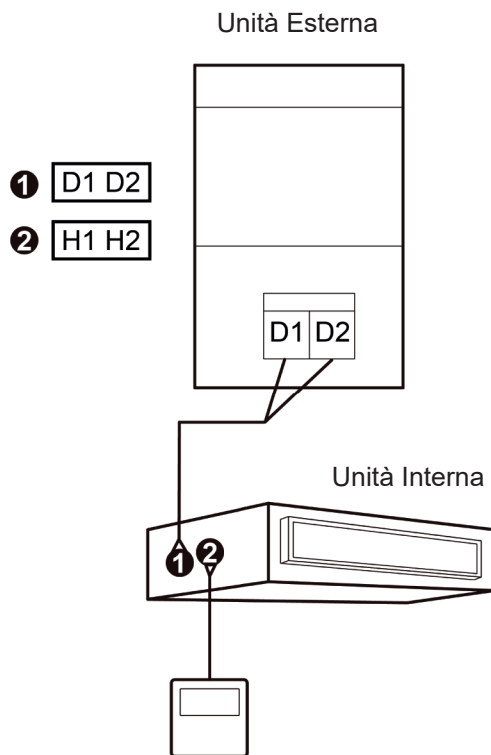
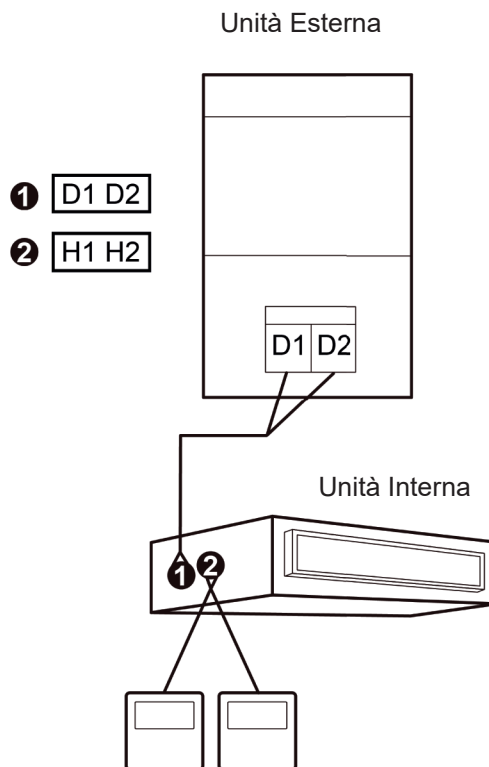
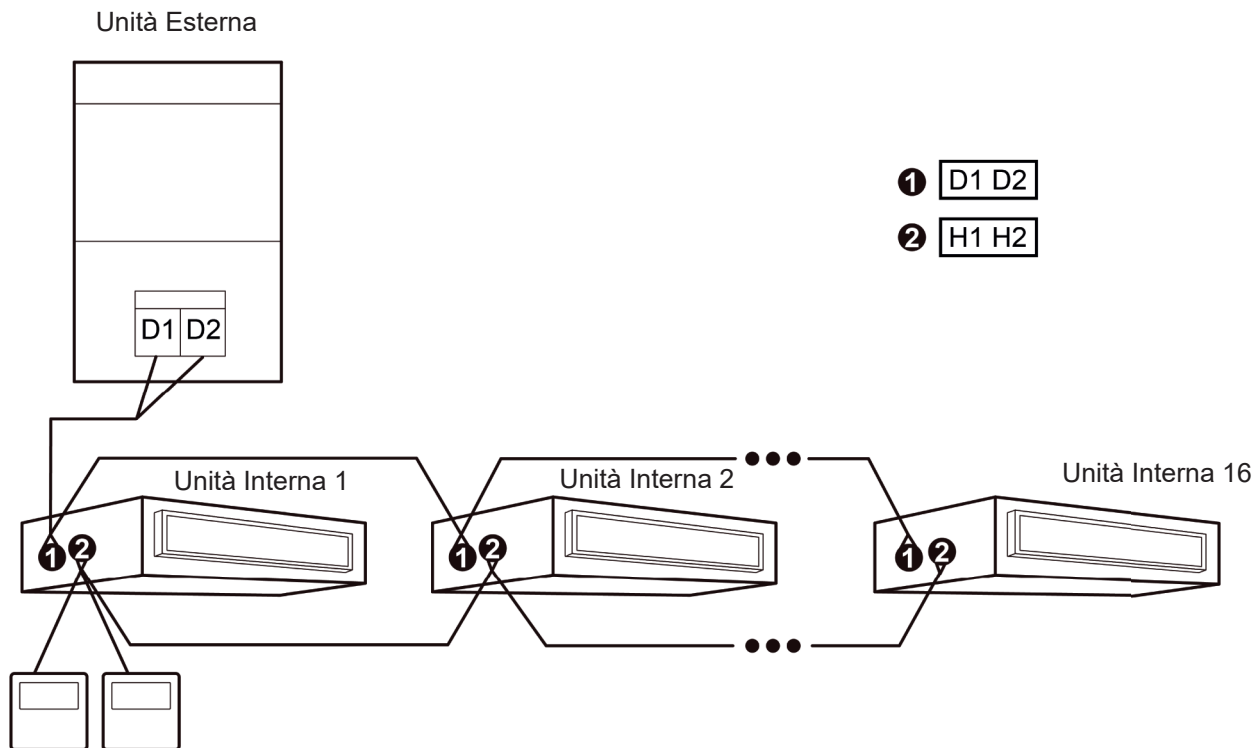

Fig. 5.3 Un filocomando controlla una Unità Interna.
Fig. 5.4 Due filocomandi controllano una Unità Interna.
Fig. 5.6: Due filocomandi controllano diverse Unità Interne simultaneamente.
- (1) Se un filocomando controlla diverse Unità Interne simultaneamente, il filocomando può essere collegato a qualsiasi Unità Interna, ma l'Unità Interna collegata deve appartenere alla stessa serie. La quantità totale massima di Unità Interne controllate dal filocomando è di 16 Unità Interne, e le Unità Interne collegate devono appartenere alla stessa rete. Fare riferimento al Paragrafo 5.2.3 Impostazione dei parametri.
- (2) Se due filocomandi controllano una Unità Interna, gli indirizzi dei due filocomandi devono essere differenti. Fare riferimento al Paragrafo 5.2.3 Impostazione dei parametri.
- (3) Se due filocomandi controllano diverse Unità Interne, essi possono essere collegati a qualsiasi Unità Interna, ma l'Unità Interna collegata deve appartenere alla stessa serie. Gli indirizzi dei due filocomandi devono essere differenti. Fare riferimento al paragrafo 5.2.3 Impostazione dei parametri. La quantità totale massima di Unità Interne controllate dal filocomando è di 16 Unità Interne, e le Unità Interne collegate devono appartenere alla medesima rete. La quantità di Unità Interne del gruppo deve essere impostata sul filocomando. Fare riferimento al Paragrafo 5.2.3 Impostazione dei parametri.
- (4) Se uno (o due) filocomandi controllano diverse Unità Interne nello stesso tempo, le Unità Interne controllate devono avere la medesima impostazione.
- (5) Il collegamento in rete del filocomando e delle Unità Interne deve essere realizzato in conformità con uno dei 4 metodi di collegamento elettrico illustrati nelle precedenti Figure 5.3, 5.4, 5.5, 5.6. Riguardo al metodo di collegamento illustrato in Fig. 5.4 e in Fig. 5.6, devono essere presenti un unico filocomando Master (indirizzo 01) ed un unico filocomando Slave (indirizzo 02). La quantità di filocomandi non deve essere superiore a 2.